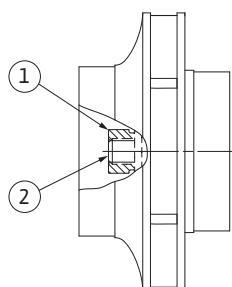

Fig.53: Правильное положение гайки рабочего колеса после монтажа
29. Удерживать вал (см. операцию 24) и затянуть гайку рабочего колеса с предписанным моментом затяжки (см. перечень «Таблица 11: Моменты затяжки винтов» на стр. 245). Гайка (рис. 53, поз. 1) должна располагаться заподлицо с концом вала (рис. 53, поз. 2) с допуском  $\pm 0,5$  мм. Если это условие не выполняется, ослабить гайку и повторить операции 25–29.